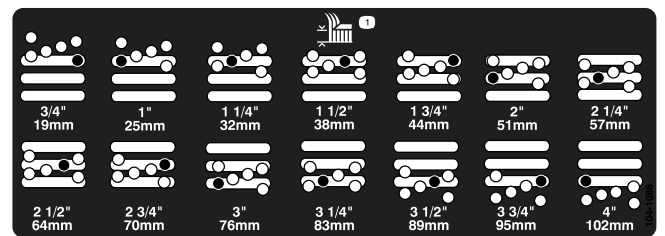

图 20
5. 将切割腔移至所需的剪草高度然后将隔片安装至指定的剪草高度孔和槽图 20。